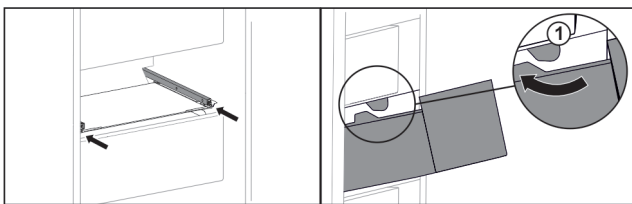

Fig. 47
- ▶ Обвести висувний ящик навколо стопора Fig. 47 (1).